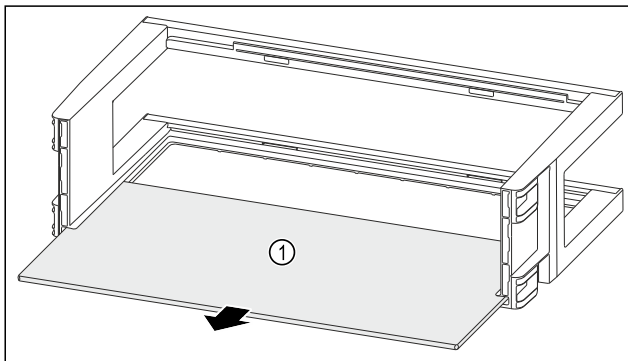

Fig. 118
- ▶ Abstellfläche Fig. 118 (1) entnehmen.